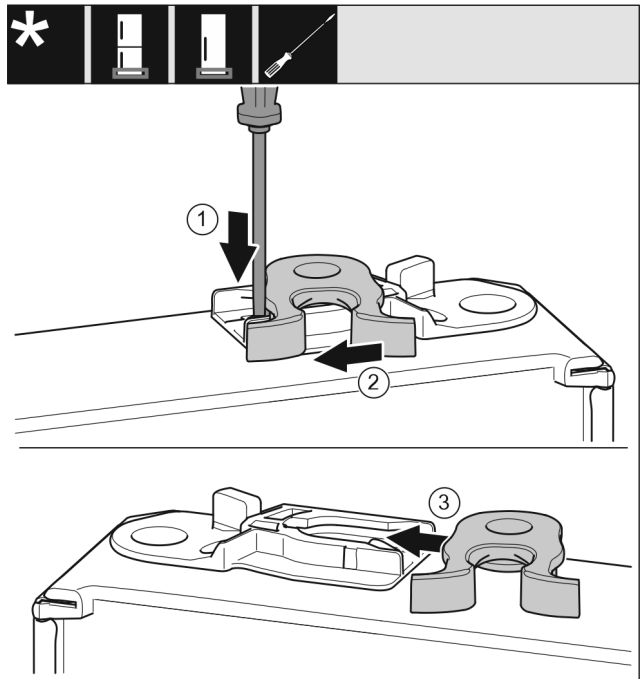

Fig. 16
- ▶ Lip met sleufschroevendraaier naar onder drukken. Fig. 16 (1)
- ▶ Sluithaak uit de geleiding trekken. Fig. 16 (2)
- ▶ Sluithaak aan de andere kant van de geleiding schuiven. Fig. 16 (3)